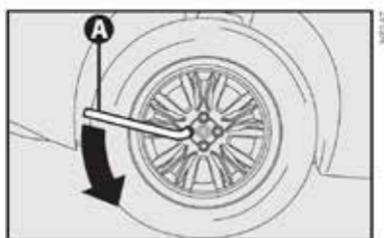

fig. 5
1) Afloje una vuelta aproximadamente los tornillos de fijación de la rueda que va a cambiar A-fig. 5.